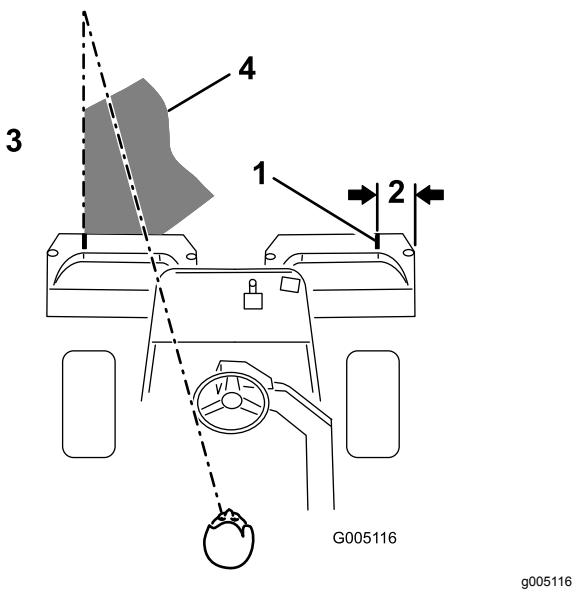

Рисунок 25
- Примечание:** Чтобы машина всегда двигалась по грину строго по прямой с сохранением равных интервалов от края предыдущей скошенной полосы, создайте воображаемый ориентир примерно 1,8–3 м перед машиной на краю нескошенной части грина (Рисунок 25). Используйте как часть ориентира наружный край рулевого колеса, т.е. удерживайте край рулевого колеса совмещенным с точкой, которая всегда находится на одном и том же расстоянии от переднего края машины.